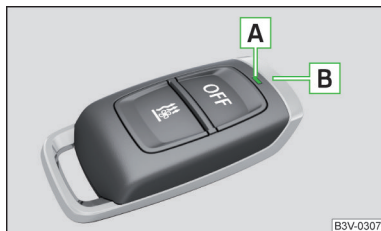

Fig. 136
Descripción del mando a distancia » fig. 136
**B** » fig. 136 hacia arriba. En eso no cubra la antena con los dedos o la mano.